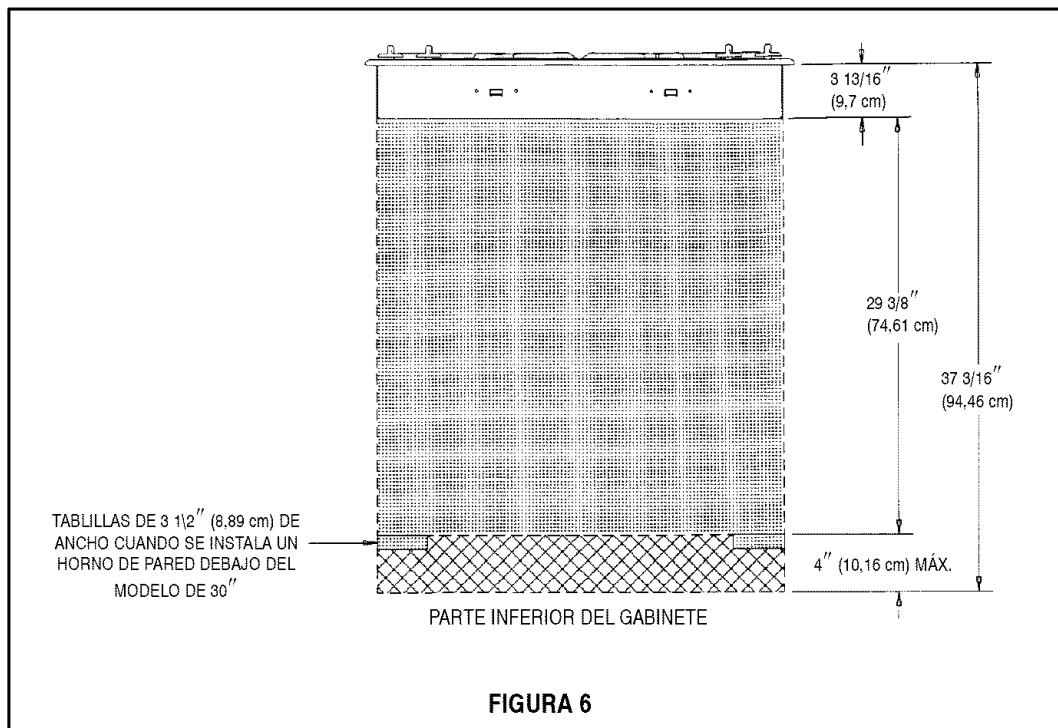

FIGURA 6
NOTA 1: Este aparato y sus fuentes de suministro de gas y eléctrico deben instalarse antes de instalar el horno de pared. Vea la ilustración (Información de cableado eléctrico – página 6; figura 6) para obtener las ubicaciones recomendadas de la fuente del suministro eléctrico.
Este aparato está equipado con un tipo de cordón eléctrico conectado a tierra. Debe proporcionarse un tomacorriente conectado a tierra. Se recomienda, para mayor comodidad, que el tomacorriente esté ubicado (con referencia en la figura 6) según se muestra en A o B, que aparece a continuación:
- A. Si no se va a instalar ningún otro aparato debajo de éste: dentro del área sombreada o el área cuadrículada que se muestra en la figura 6.
1. dentro del área cuadrículada de la figura 6, o
Si un horno de pared se instalará debajo de este aparato y el tomacorriente de la unidad del mostrador se montará dentro del área cuadrículada de la figura 6:
3. Cuando los modelos JJW8530, JJW9530, W27100X, W30400P o W132X se montan debajo de este aparato, y si el tomacorriente para este aparato se ubicará en el área cuadrículada de la figura 6, se recomienda que el cordón eléctrico se pase a través del canal de espacio vertical externo en la parte posterior izquierda del horno. La sección cuadrículada del canal es aproximadamente de $4,2'' \times 2,25''$ (10,7 x 5,7 cm), extendiéndose por la altura total del horno.